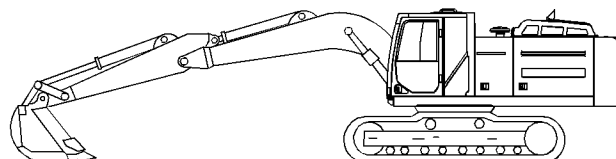

Fig. 320
2. Træk stickcylinderen helt ind. Sæt skovlbunden parallelt med jorden. Sænk bommen, så skovlen hviler på jorden. Se fig. 320 .